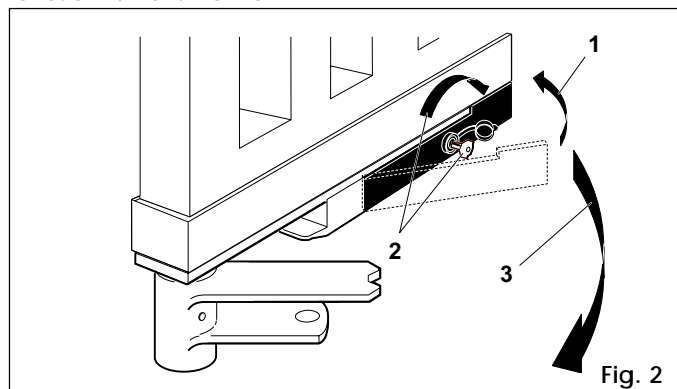

Fig. 2
- ramener la clé dans sa position de repos (fig. 2-rep. 1)
- insérer la clé de déverrouillage dans la serrure et la tourner jusqu'à l'arrêt dans la direction opposée au pilier (fig. 2-rep. 2)
- actionner manuellement le vantail jusqu'à l'engagement de la serrure sur la patte de blocage (fig. 2-rep. 3)